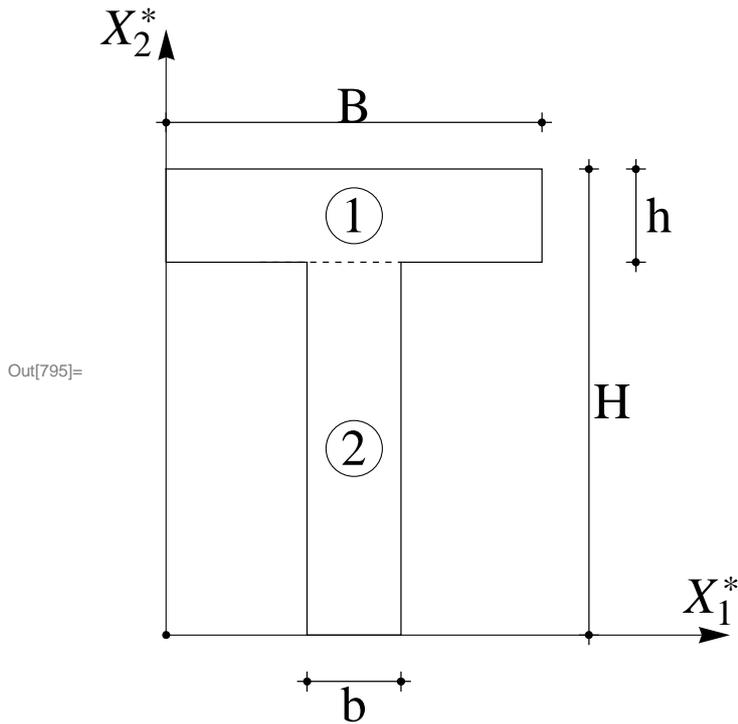

Figura 2 - Calcolo del baricentro
Si osservi preliminarmente che la presenza di un asse di simmetria permette di affermare che il baricentro sara' situato su di esso. Occorre quindi calcolare solo una coordinate del baricentro stesso. A cio' fare, si fissino gli assi come indicato in Figura 2, e rispetto ad X_1^* si calcoli il momento statico come somma dei momenti statici dei due rettangoli indicati
- Figura 2